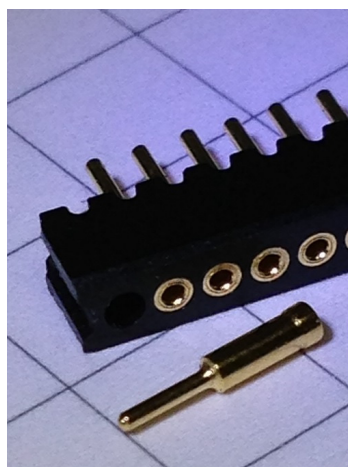
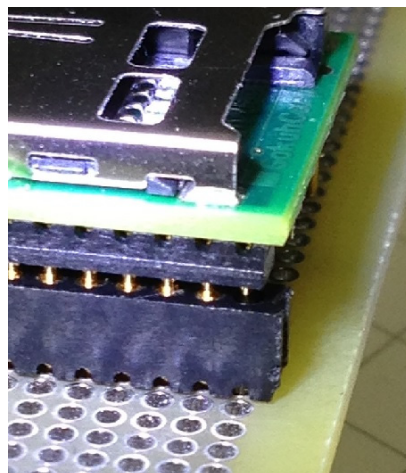

図 10.1
図 10.2
- ・ 図 10.1.は、添付されるの MAC8 の ME-10-10-12P ソケットから 1pin を取り外した写真です。取り外しは、ラジオペンチの先で pin 先を挿入方向に沿って押すと簡単に外せます。
- ・ 取り外した ME-10-10-12P ソケットを、取り外した側を前面にして実装します。(図 10-2)
- ・ ソケットに uSDCONF1A を実装すると、前面側の手前の pin(図 10.2 の写真では PIN24)が、図 10.1 でピンを抜いたモールドの穴部分に隠れ、静電気や外圧から守られます。